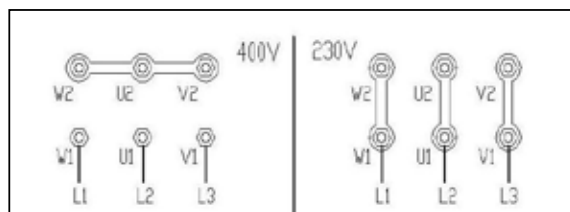

Figure 23
- Si le pont est utilisé sur une installation triphasée 230 V, changez le branchement du transformateur et du moteur (figure 23).